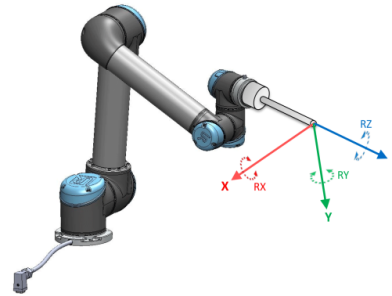

Figura 16.2: Oțione sculă (TCP)
- Caracteristica sculă este amplasată cu originea în centrul TCP curent (vezi figura 16.2)